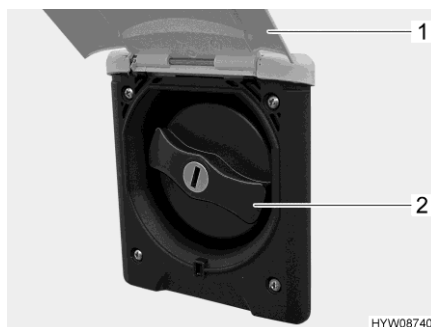

Fig. 104 Couvercle de fermeture
- Basculer le portillon extérieur (Fig. 104,1) vers le haut.
- Tourner le couvercle de fermeture de couleur bleue (Fig. 104,2) d'un quart de tour.